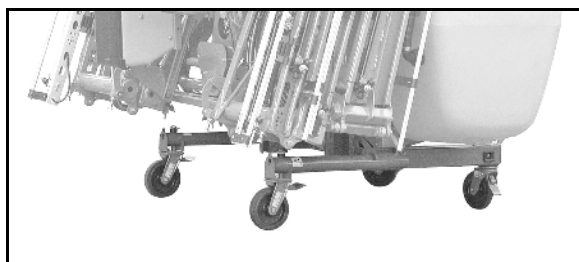

Fig. 8
- Støtteben på venstre og højre side (Fig. 8) så maskinen ikke vælter